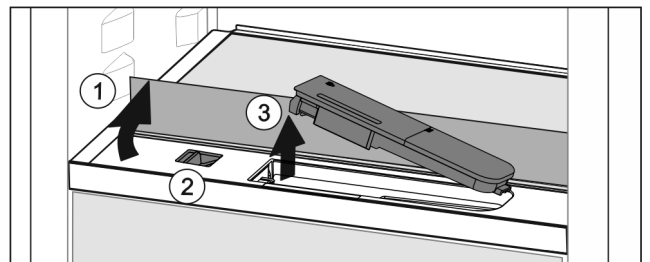

Fig. 104
- ▶ Emelje meg az üveglapot, és hajtsa hátra ütközésig Fig. 104 (1).
- ▶ Tolja balra a tolokát Fig. 104 (2).
- ▶ Vegye ki a víztartályt Fig. 104 (3).